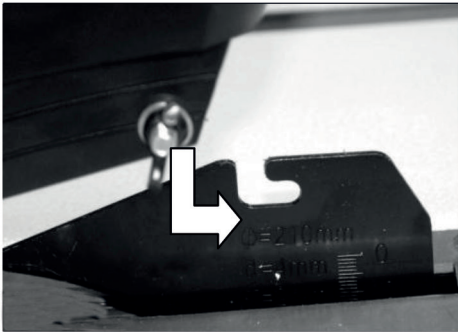
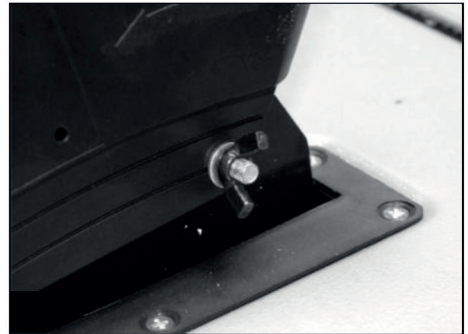

Рис. 2
Рис. 3
2. Устаўце болт ахоўнага кажуха ў адтуліну на расклінаваюць нажы (Рис. 2), затым «барашкам» зацягніце па гадзіннікавай стрэлцы (Рис. 3), але не зацягвайце занадта моцна.